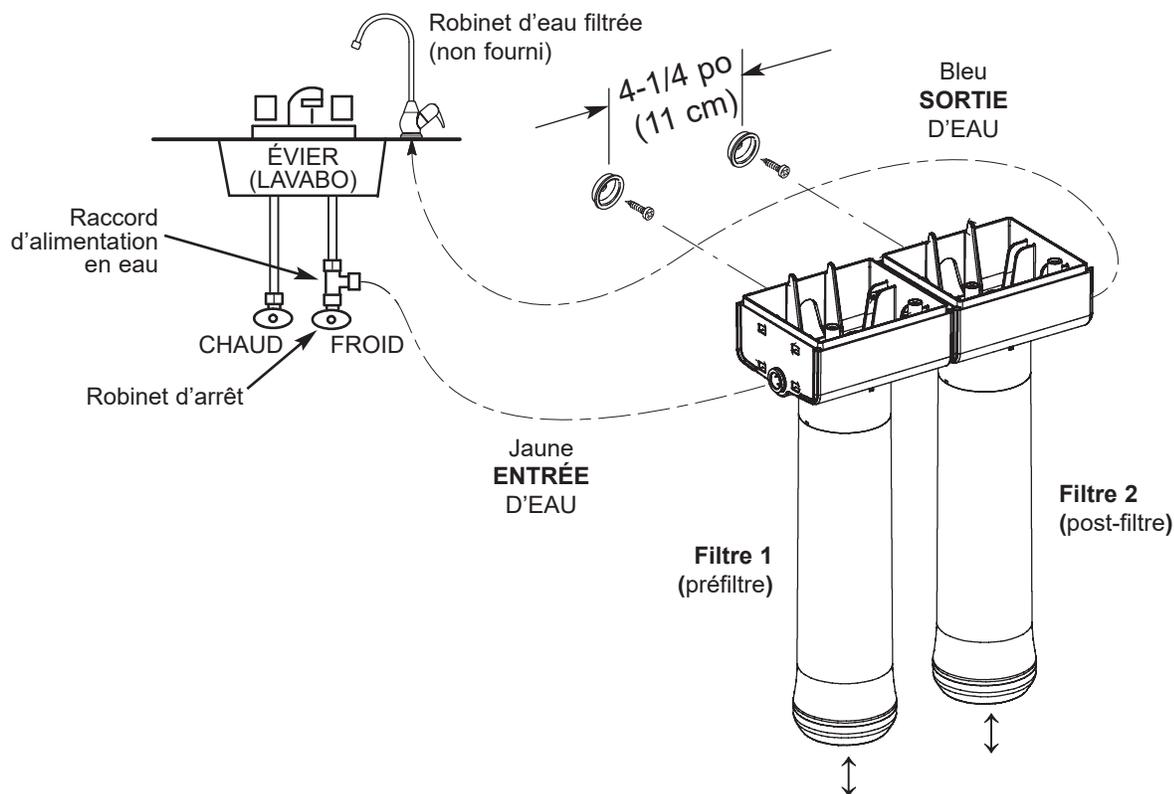

Fig. 1
1. Mesurez et coupez (prévoir un peu de jeu) une longueur de tuyau de 1 cm (3/8 po) de diamètre qui reliera le raccord d'alimentation à l'entrée du système de filtration, figure 1. Coupez l'extrémité du tuyau à angle droit.
3. Répétez les étapes 1 et 2 pour raccorder le tuyau du robinet à la sortie du système de filtration, Figure 1.